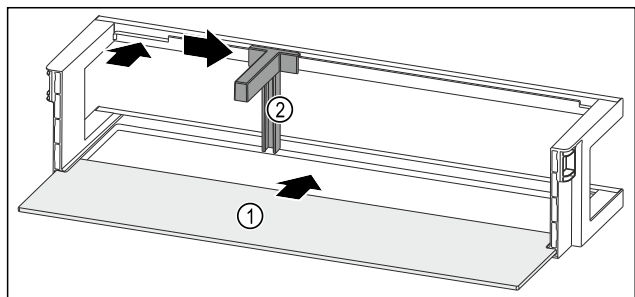

Fig. 89 Estantes en la contrapuerta con estante
- ▶ Introduzca el estante Fig. 89 (1) en los huecos laterales.
- ▶ Inserte el soporte para botellas Fig. 89 (2) en la entalladura.
- ▶ Deslice el soporte para botellas Fig. 89 (2) hacia un lado a la posición deseada.